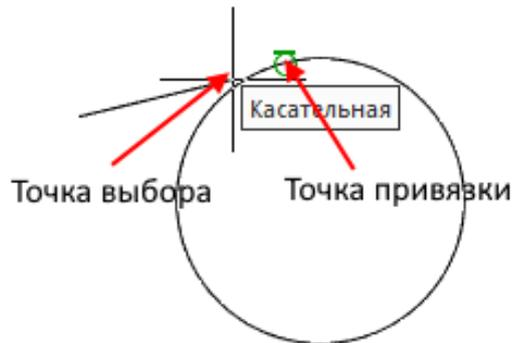

Рис. 62. Привязка Касательная
**Касательная**  Привязка к точке пересечения касательной с дугой или окружностью (рисунок 62).